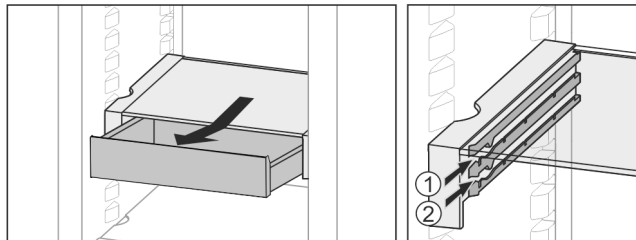

Fig. 30
- ▶ Zasuňte v libovolné výšce Fig. 30 (1) nebo Fig. 30 (2).